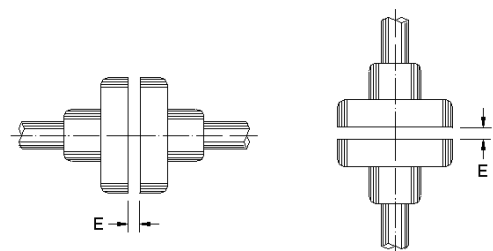

Figura 4.8: Folga axial do acoplamento (E)
Alinhar cuidadosamente as pontas de eixo e, sempre que possível, usar acoplamento flexível, deixando uma folga (E) mínima de 3 mm entre os acoplamentos, conforme mostrado na Figura 4.8 .